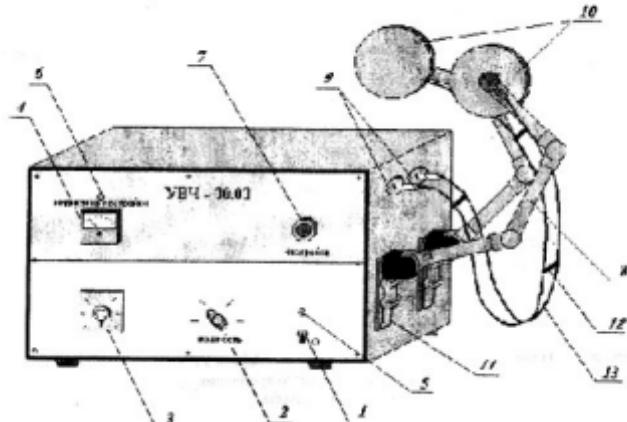

Рисунок 1. Общий вид аппарата для УВЧ-терапии переносный УВЧ-30.03-«НиЭМА».
- 4.6. На лицевой панели аппарата (рис. 1) расположены:
6.5. Установите тумблер 1 СЕТЬ и ручку переключателя 2 МОЩНОСТЬ в выключенное положение «0» (см. рисунок 1).